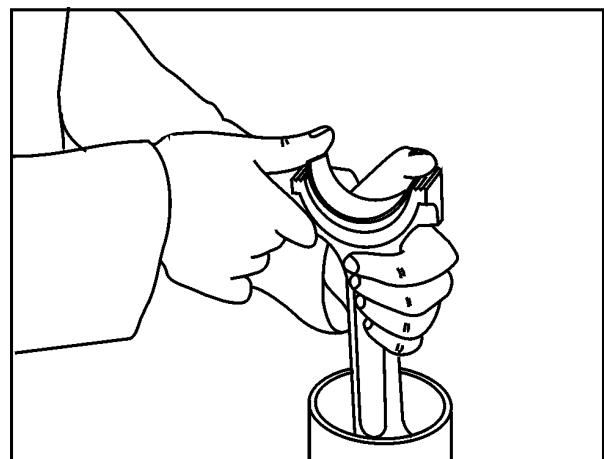

FIG 21
7. Monte os casquilhos novos no corpo da biela, posicionando as travas corretamente, **Fig. 21**.